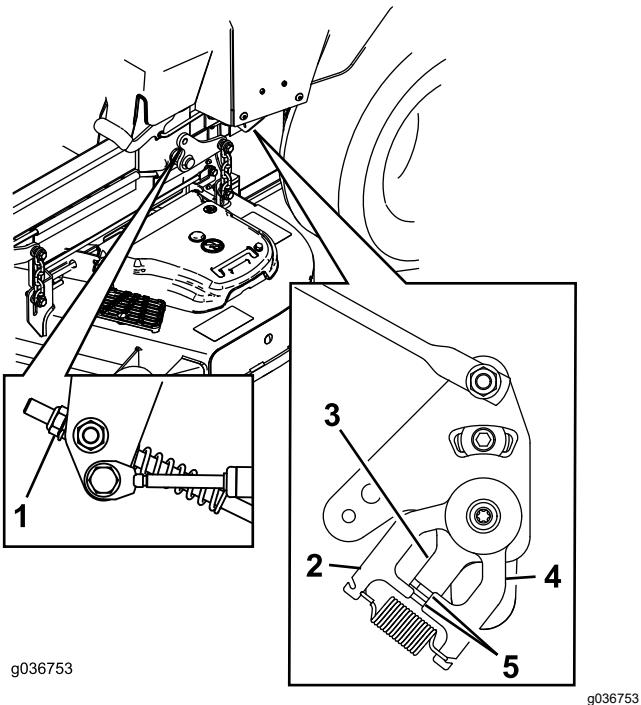

Figura 68
- Ajuste la longitud de las varillas de control de la bomba girando la tuerca en el sentido apropiado hasta que las ruedas se muevan ligeramente en marcha atrás (Figura 68).